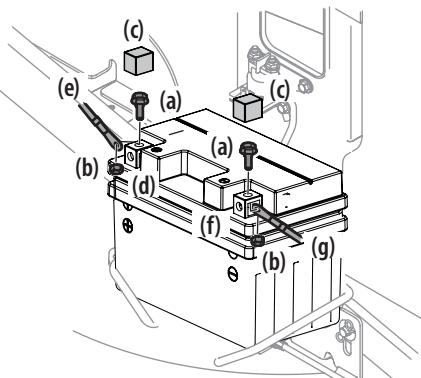

Figura 17
1. Extraiga los pernos hexagonales (a) y las tuercas (b) instalados de fábrica en el extremo del arnés de cables. Guarde los herramientas para uso posterior. Consulte la Figura 17.
2. Retire la cubierta plástica (c), si está presente, del borne positivo de la batería (d) y una el cable rojo (e) al borne positivo de la batería (b) utilizando uno de los pernos hexagonales (a) y las tuercas (b) que se extrajeron en el paso 1. Use un destornillador Philips. Consulte la Figura 17.
3. Retire la cubierta plástica (c), si está presente, del borne negativo de la batería (f) y una el cable negro (g) al borne negativo de la batería (f) utilizando el perno hexagonal restante (a) y la tuerca (b). Consulte la Figura 17.